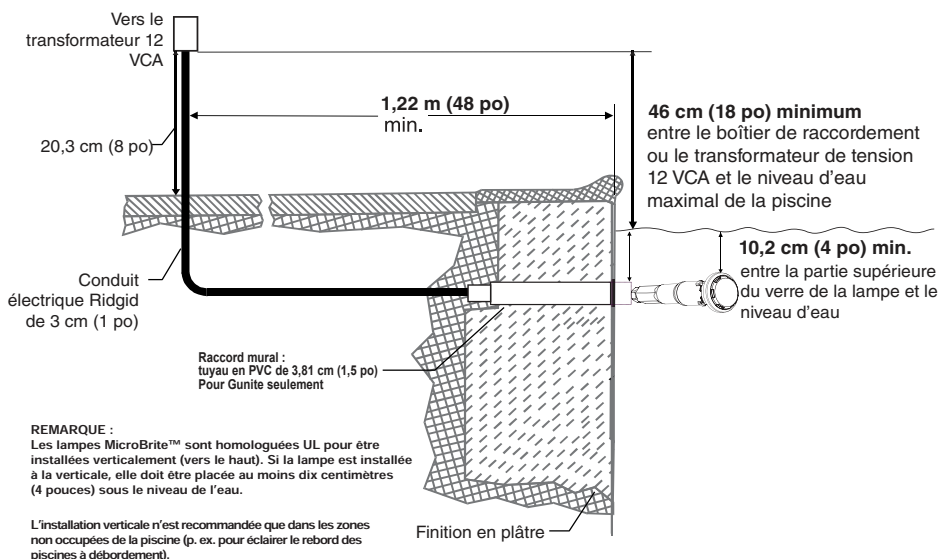
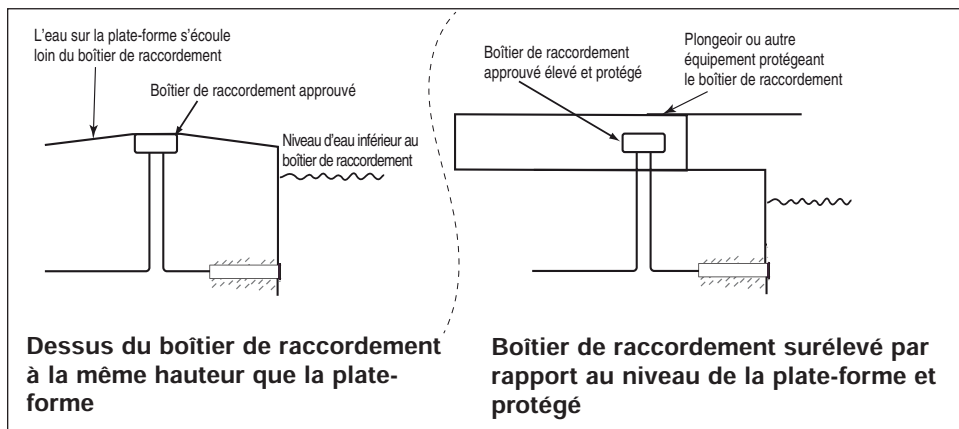

Figure 1.
Figure 2, Canada.
AVANT DE COMMENCER : Les informations qui suivent décrivent les tâches qui doivent être effectuées par un électricien *avant* l'installation du raccord mural. Voir Figure 1 à la page 7.
- Le boîtier de raccordement et le transformateur basse tension se situent à au moins quatre (4) pouces (10,16 cm) au-dessus du niveau du sol ou de huit (8) pouces (20,3 cm) au-dessus du niveau d'eau maximal, selon le plus élevé. Placez le boîtier de raccordement à au moins 48 po (1,22 m) du bord de la piscine. Voir Figure 2 à la page 8.
- Le boîtier de raccordement installé à la plate-forme doit être scellé au conduit pour empêcher l'eau de s'infiltrer (voir la figure 2 ci-dessous).
2. Coupez le surplus de câble au transformateur de 12 VCA ou au boîtier de raccordement. Laissez au moins 15,2 cm (6 po) de câble dans le boîtier de raccordement ou le transformateur pour faciliter l'inspection de l'installation de la lampe dans le raccord mural. Coupez toute longueur de cordon supplémentaire. Voir la figure 1 à la page 5 pour connaître les étapes d'installation d'un boîtier de raccordement aux États-Unis et la figure 2 à la page 6 pour l'installation au Canada.
3. Branchez les deux (2) conducteurs aux fils du circuit correspondants dans le boîtier de raccordement. Fixez le couvercle du boîtier de raccordement.
- Le boîtier de raccordement et le transformateur basse tension se situent à au moins quatre (4) pouces (10,16 cm) au-dessus du niveau du sol ou de huit (8) pouces (20,3 cm) au-dessus du niveau d'eau maximal, selon le plus élevé. Placez le boîtier de raccordement à au moins 48 po (123 cm) du bord de la piscine. Voir Figure 1 à la page 8.
- Le raccord mural de la lampe MicroBrite doit être installé de façon à ce que le bord supérieur du verre de la lampe MicroBrite soit situé au moins 10,16 cm (4 po) plus bas que la surface de l'eau de la piscine ou du spa, mais pas plus de 123 cm (48 po) au Canada. Voir Figure 1 à la page 8.